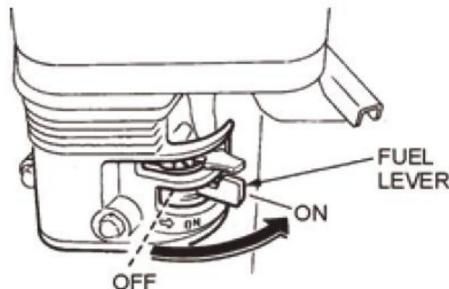

FIG.6
- 9.1 Zet de brandstofklephendel van de motor (FIG. 6) in de stand "AAN".